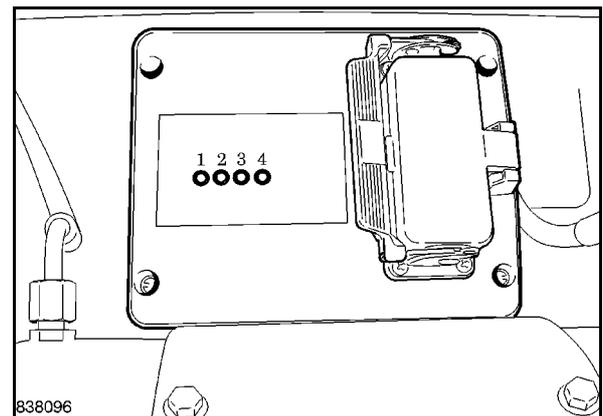

Fig. 225
Gli elementi riscaldanti difettosi vengono segnalati dai LED sulla scatola elettrica (Fig. 225).
- Staccare la spina dalla scatola elettrica (Fig. 225) e smontare il coperchio.
- Staccare il cavo di allacciamento nella scatola elettrica (Fig. 225).